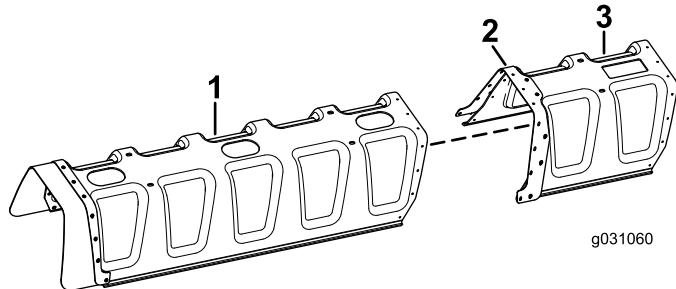

Bild 5
- Fluchten Sie die Löcher an der Auslegerabdeckung für 11 Düsen mit den Löchern in der Verstärkungsplatte aus, die an der Auslegerabdeckung für 12 Düsen befestigt ist (Bild 5).